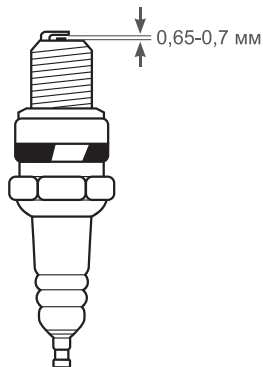

Рис. 29 Проверка свечи зажигания
4. Измерьте специальным щупом зазор между электродами каждой свечи зажигания. При увеличении или уменьшении требуемого зазора рекомендуется заменить свечу, так как регулировка зазора может привести к изменению качества искробразования (Рис. 29).